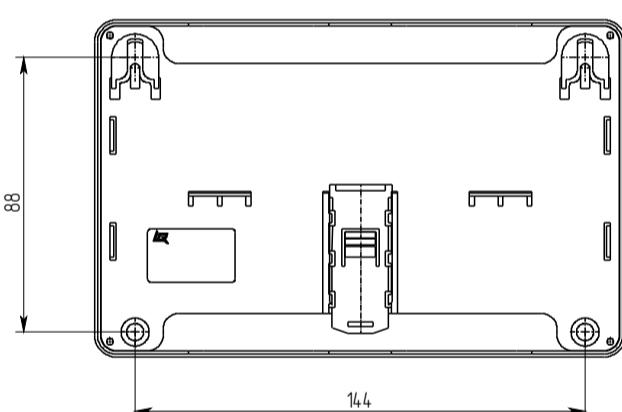

Рисунок 3
- б) при установке на стену (Рисунок 3):